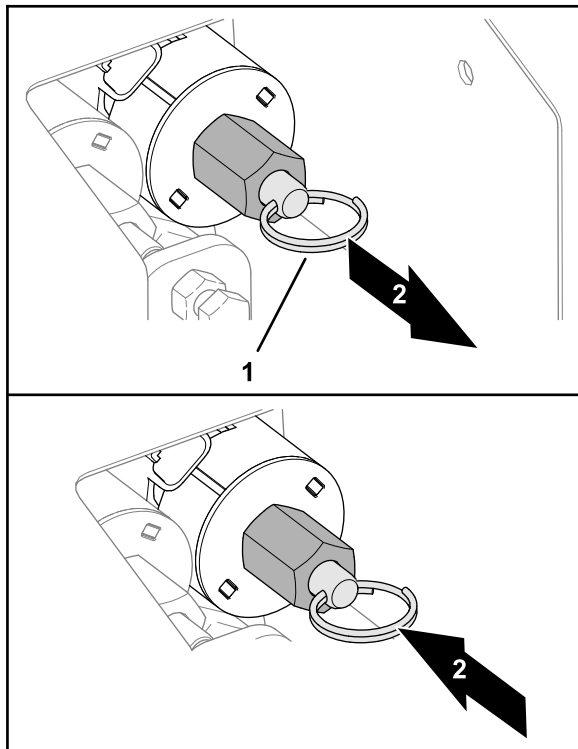

Bild 36
- Ziehen Sie am Ring an der Ventilstange, um den Füllkasten abzusenken (**Bild 36**).
- Drücken Sie den Ring an der Ventilstange hinein, um den Füllkasten anzuheben (**Bild 36**).